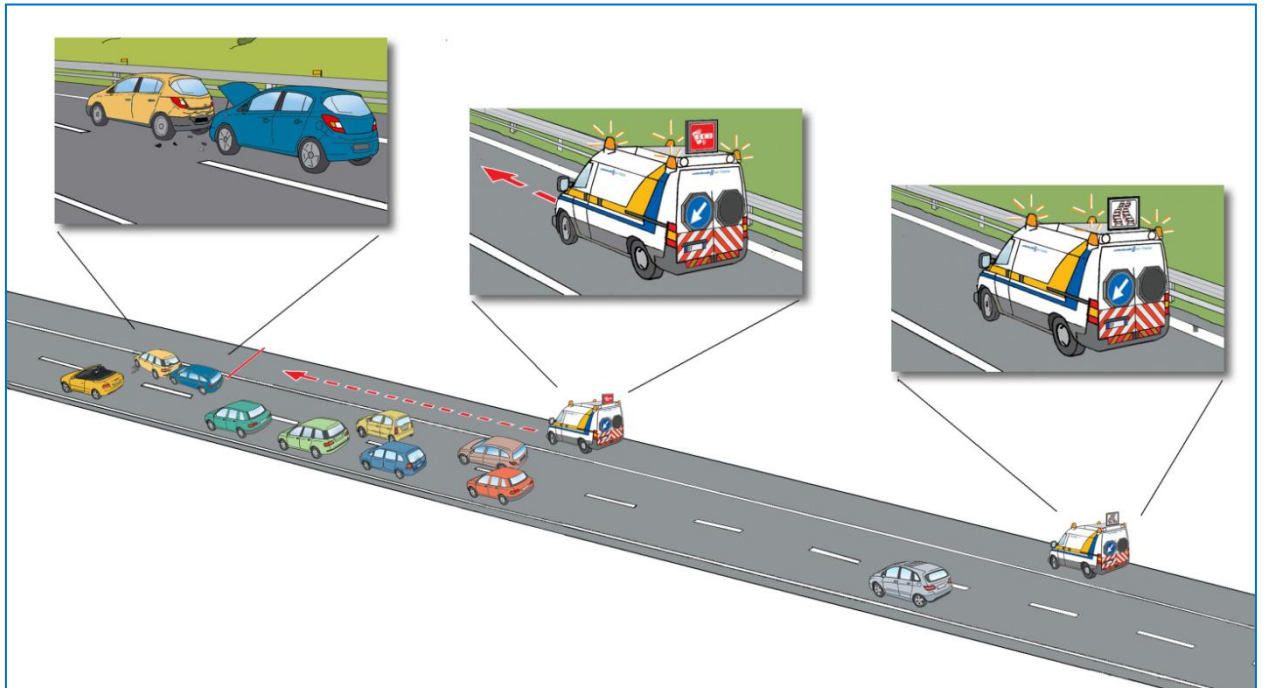

Fig. 12
- **solo ad avvenuta conferma, dalla Sala Radio o direttamente dal secondo mezzo, che questo ha raggiunto la posizione e sta a sua volta segnalando la coda**, ove sia richiesto un contributo alla risoluzione dell'evento, portarsi nuovamente sul punto dello stesso con i medesimi accorgimenti precedentemente descritti, (fig.12)